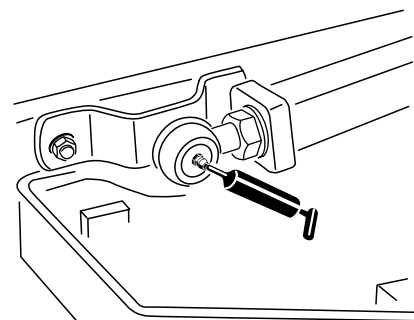

Figura 43
- Giunti sferici (2) del braccio di sollevamento (Figura 43)